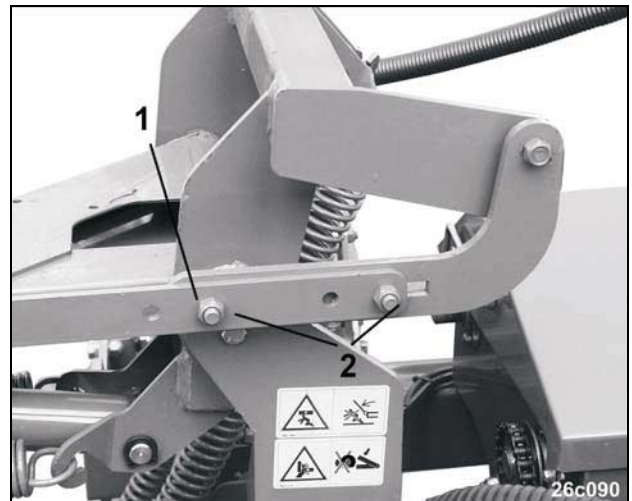

Fig. 104
- Lengte van de bedieningsstang (Fig. 104/1) door losdraaien van de bouten (Fig. 104/2) zo instellen, tot de markeurschijf ongeveer 50 mm door de grond gaat.
- Na de instelling de bouten (Fig. 104/2) weer aandraaien.